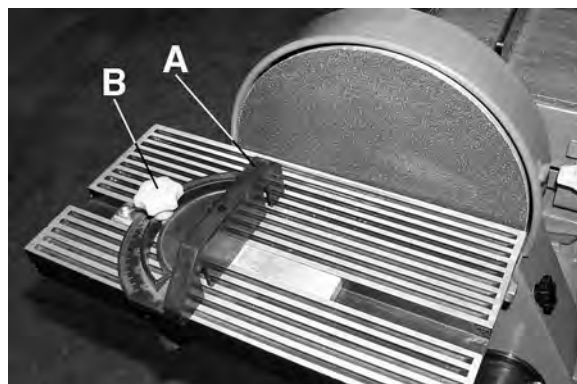

Figure 17
Pendant une opération de ponçage, le guide à onglets est utilisé pour tenir et supporter la pièce de travail à un angle désiré. L'angle du corps du guide à onglets (A) Fig.17 peut être ajusté.
1. Désérrez le bouton de verrouillage (B) et repositionnez à l'angle désiré.
2. Reserrez le bouton de verrouillage (B) pour verrouiller l'angle.